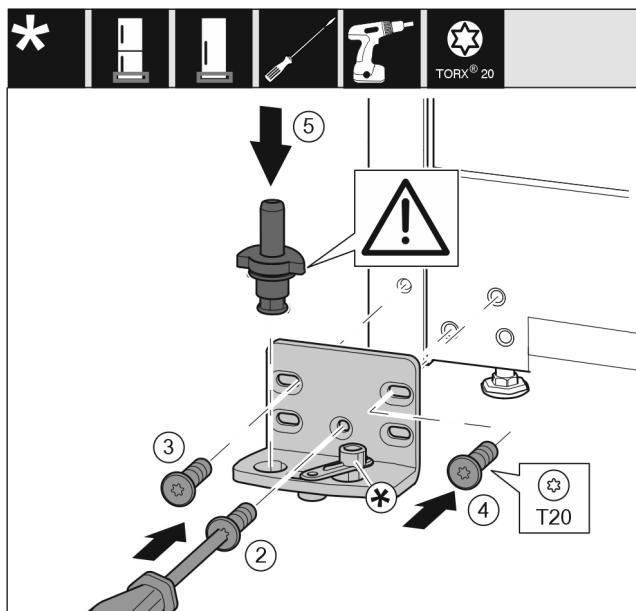

Fig. 16
- Nasadťte ložiskovú konzolu na druhú stranu a priskrutkujte ju pomocou skrutkovača. Začnite skrutkou Fig. 16 (2) dole v strede.
- Pevne utiahnite skrutku Fig. 16 (3) a skrutku Fig. 16 (4).
- Úplne nasadťte ložiskový čap Fig. 16 (5). Dbajte pritom na to, aby zaistovací doraz ukazoval smerom dozadu.